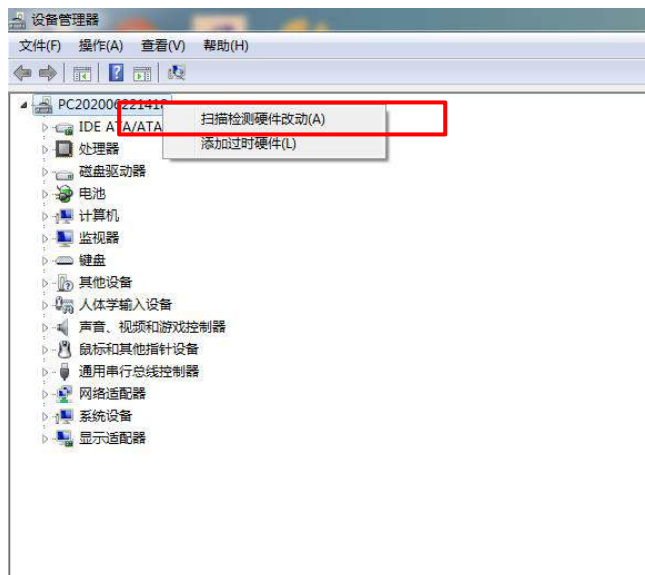
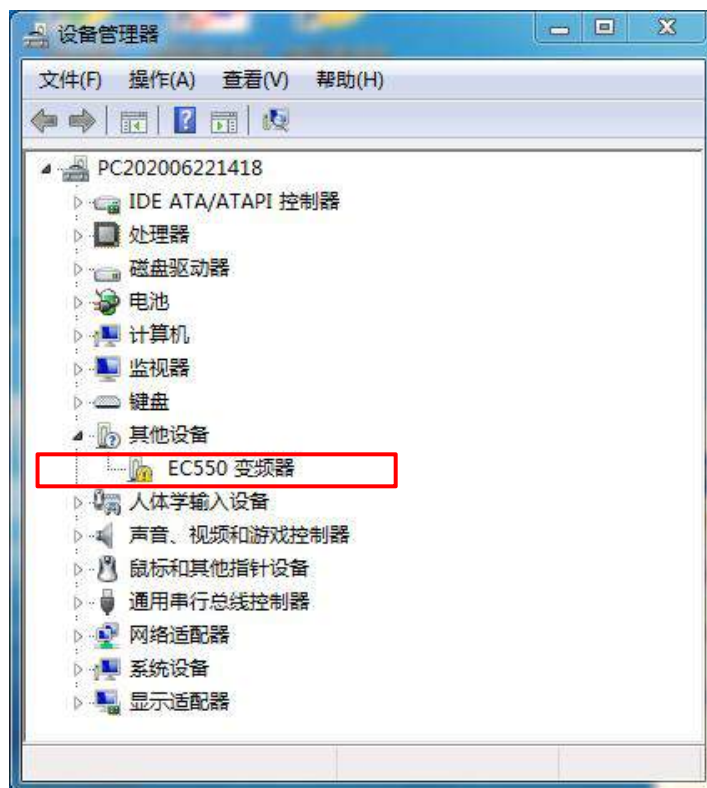

图 4-2-10. 扫描检测硬件
图 4-2-11. 其它设备
- 1) 设备连接电脑上电后，打开【设备管理器】，如图 4-2-10 所示，右击【扫描检测硬件改动】找到本设备，如图 4-2-11 红方框所示，选择【其他设备，EC550 变频器】双击设备。